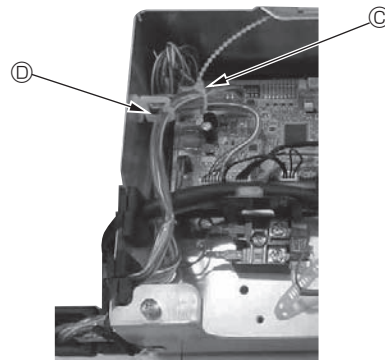
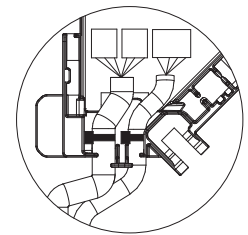

Fig. 10-14
Fig. 10-15
- i-See sensör ve sinyal alıcısı bağlantı kablolarının fazla kısımlarını şemada gösterildiği gibi elektrikli aksam kutusunda kablo kıscacına yerleştirin ve kabloları hep beraber tespit malzemesi ile tespit edin. (Fig. 10-14) i-See sensörünü sabitleyen bantın ve sinyal alıcısı bağlantı kablosunun konektör kutusu içine konumlandırıldığından emin olun. (Fig. 10-15)